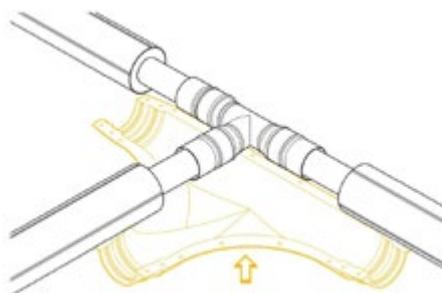

Рис. 5.9.3
3. Расположить нижнюю половину защитного кожуха под изолируемым тройником таким образом, чтобы она плотно прилегала к поверхности труб в местах нанесения герметика (рис. 5.9.3).